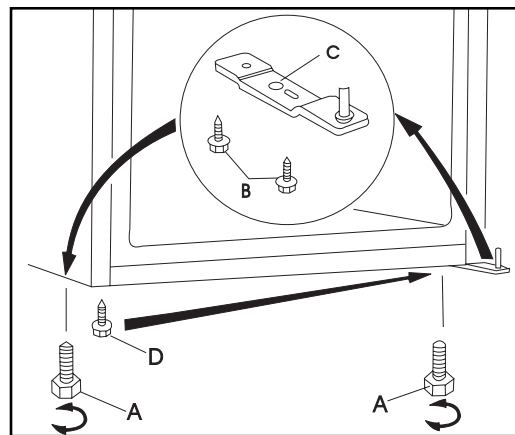

Abb.1
- Schraubfüße (A) unten herausdrehen. (Abb.1)
- Schrauben (B) am unteren Scharnier herausdrehen und Scharnier (C) entfernen. (Abb.1)
- Gehäuseschraube (D) umsetzen. (Abb.1)
- Unteres Scharnier (C) mit zwei Schrauben (B) auf gegenüberliegender Seite montieren. (Abb.1)
- Schraubfüße (A) wieder einschrauben. (Abb.1)